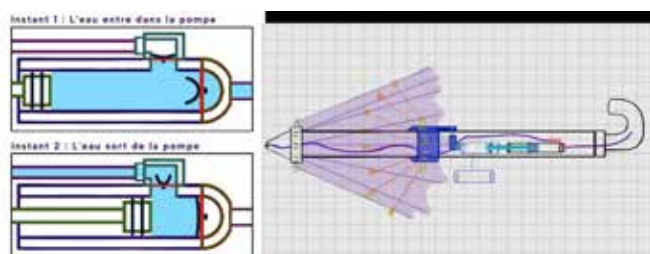

Figure 1 : À gauche, on voit le fonctionnement de la pompe interne du premier prototype dessinée en deux instants et, à droite, le prototype #1 espéré.
pour ne pas avoir à le recharger sans cesse (1). Et les matériaux ! Il fallait aussi étudier les caractéristiques hydrodynamiques de l'eau, afin de décrire son type d'écoulement. Après beaucoup de questionnement et un prototype en carton sans pompe ni toile, nous avons trouvé un type de pompe assez intéressant qui contient des valves, des tuyaux et des cylindres. Sur la figure 1, vous pouvez voir le prototype #1 qui possède une poignée qui servirait de réservoir d'eau relié au mécanisme interne par un petit tuyau. Ce mécanisme interne est une petite pompe qui fonctionne sur le principe d'une seringue et se trouve à l'intérieur du manche du parapluie. Le piston de la petite pompe est relié à une poignée amovible circulaire qui glisse le long de la partie extérieure du manche du parapluie. Oui, d'accord, mais comment l'eau allait réussir à sortir en jet ? Suivons le voyage de l'eau à partir du début : celle-ci va sortir du réservoir et voyager à travers le petit tube en direction du mécanisme de piston. Ensuite, elle va passer à travers la première valve lorsqu'on ouvrira le parapluie, va ressortir par la deuxième valve qui se trouve en haut du cylindre, voyager dans un deuxième petit tuyau pour finalement sortir en jet au bout du parapluie (voir le schéma de la figure 1). Par la suite, nous avons appliqué le *théorème de Bernoulli* pour trouver la vitesse de l'eau. En résumé, le théorème de Bernoulli précise la relation